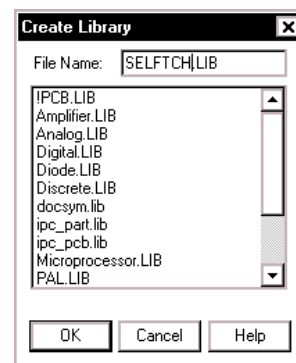

Рис. 11. Создание нового файла библиотеки.
45. В появившемся окне Create Library (рис. 11) в поле File Name введем имя файла новой библиотеки selftch.lib и нажмем кнопку OK.